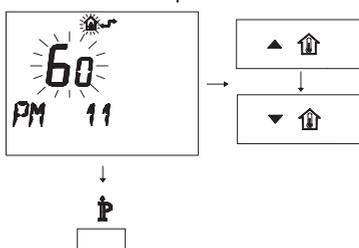

Figura 5.43
- Per modificare il SET programmato agire sui pulsanti \blacktriangle P o \blacktriangledown P e aspettare che il numero programmato cominci a lampeggiare (Figura 5.43). Ogni passo incrementato o decrementato corrisponde a 1 secondi.